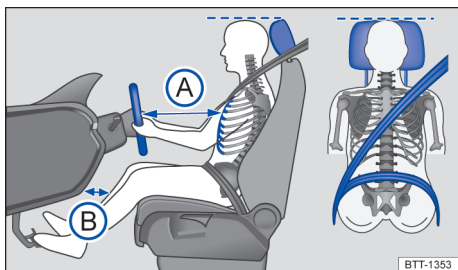

Fig. 25 Distância correta do condutor em relação ao volante, posição correta do cadaço do cinto de segurança e ajuste correto do apoio para cabeça.
- Ajustar o banco de modo que a distância entre o volante e o tórax tenha no mínimo 25 cm → Fig. 25 (A) e que o condutor possa segurar o volante pela borda externa com as duas mãos e os braços ligeiramente dobrados.
- Ajustar o banco do condutor na direção longitudinal de modo que os pedais possam ser acionados com as pernas ligeiramente arqueadas e a distância para o painel de instrumentos na área do joelho seja de, no mínimo, 10 cm → Fig. 25 (B).
- Para os bancos com apoio para cabeça: ajustar o apoio para cabeça de modo que a sua borda superior se encontre preferencialmente na mesma linha da parte superior da cabeça → Fig. 25 – porém não abaixo da altura dos olhos. Posicionar a parte posterior da cabeça o mais perto possível do apoio para cabeça.